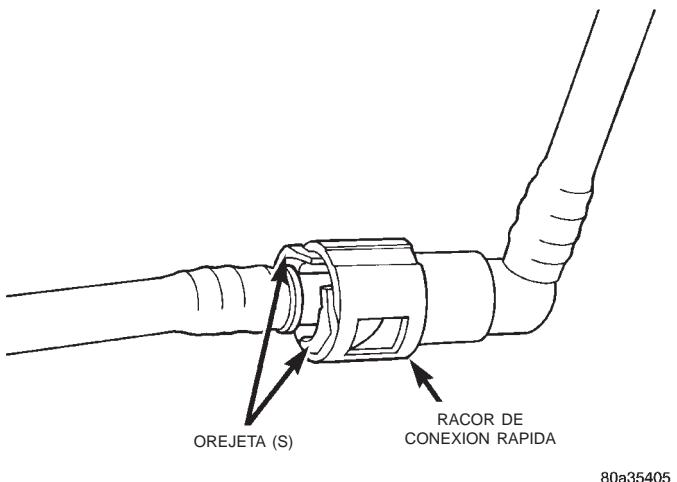

Fig. 16 Racor de conexión rápida de tipo orejeta doble característico
(5) Este tipo de racor viene con orejetas situadas en ambos lados de la conexión (Fig. 16). Estas orejetas se utilizan para desconectar el racor de conexión rápida del componente que se está reparando.
(a) Para desconectar el racor de conexión rápida, apriete con los dedos las lengüetas de retención de plástico (Fig. 16) contra los laterales del racor de conexión rápida. No se requiere la utilización de una herramienta para el desmontaje ya que podría dañarse el retén de plástico.